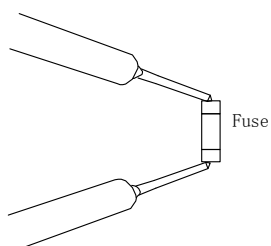

Рис. 2
1) Проверьте мультиметром целостность предохранителя, как показано на рис. 2.